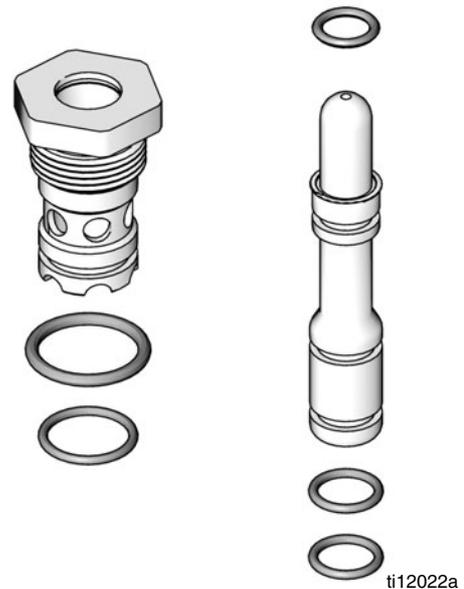
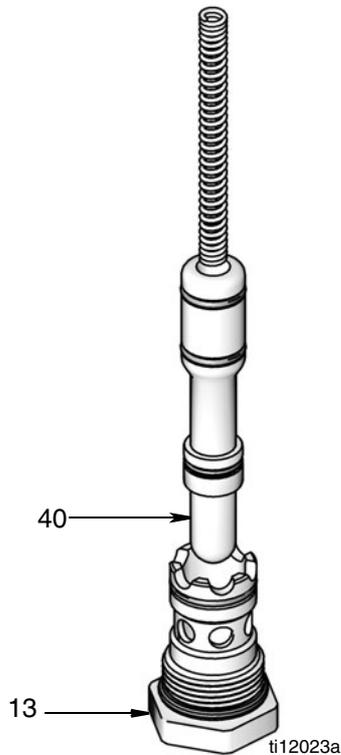

FIG. 18
FIG. 19
-  • Tenga en cuenta que hay 3 tamaños de juntas o-ring diferentes en el kit. Es importante instalar las juntas o-ring del tamaño correcto en la posición correcta en el conjunto. Remítase a la FIG. 18 como ayuda para determinar dónde debe instalarse cada junta o-ring según su tamaño.
1. Reemplace las juntas o-ring. Remítase a la FIG. 18 y a las Notas anteriores a la FIG. 18.
2. Aplique una capa abundante de grasa en el resorte (37), asegurándose de que la cantidad sea suficiente para cubrir la superficie completa del resorte que se inserta en el vástago de la válvula (40).
3. Aplique grasa a la superficie exterior de todas las juntas o-ring (FIG. 18).
4. Inserte el resorte (37) en el vástago de la válvula (40).
5. Inserte el vástago de la válvula (40) en el cartucho de la válvula (13). Asegúrese de que la válvula esté completamente presionada contra el cartucho y correctamente asentada (FIG. 19).